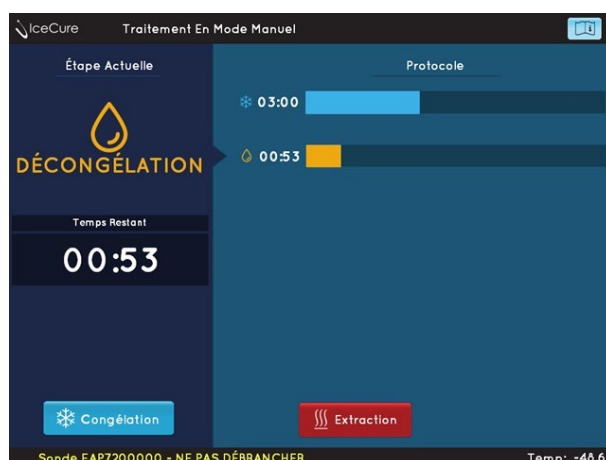

Figure 58 : écran de décongélation en mode manuel
2. Le centre de la zone froide doit se trouver au centre du tissu à enlever (voir la Figure 58 pour la distance entre la zone froide et l'embout).